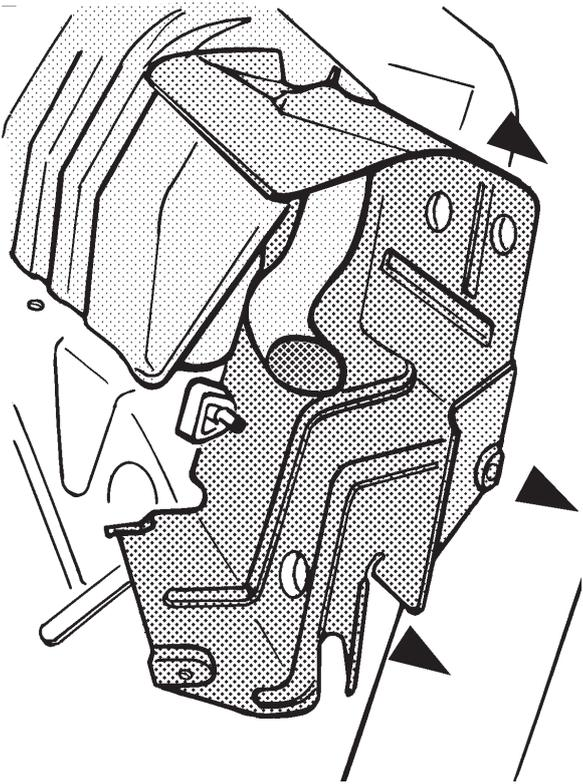
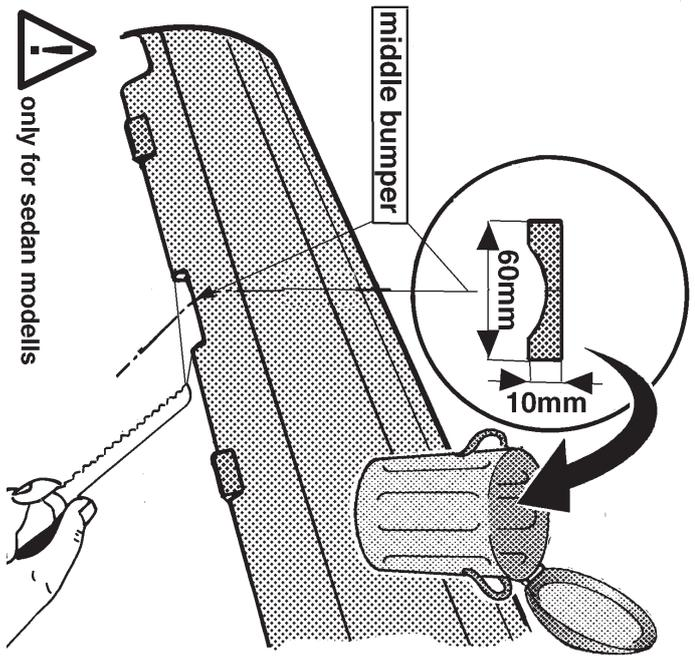
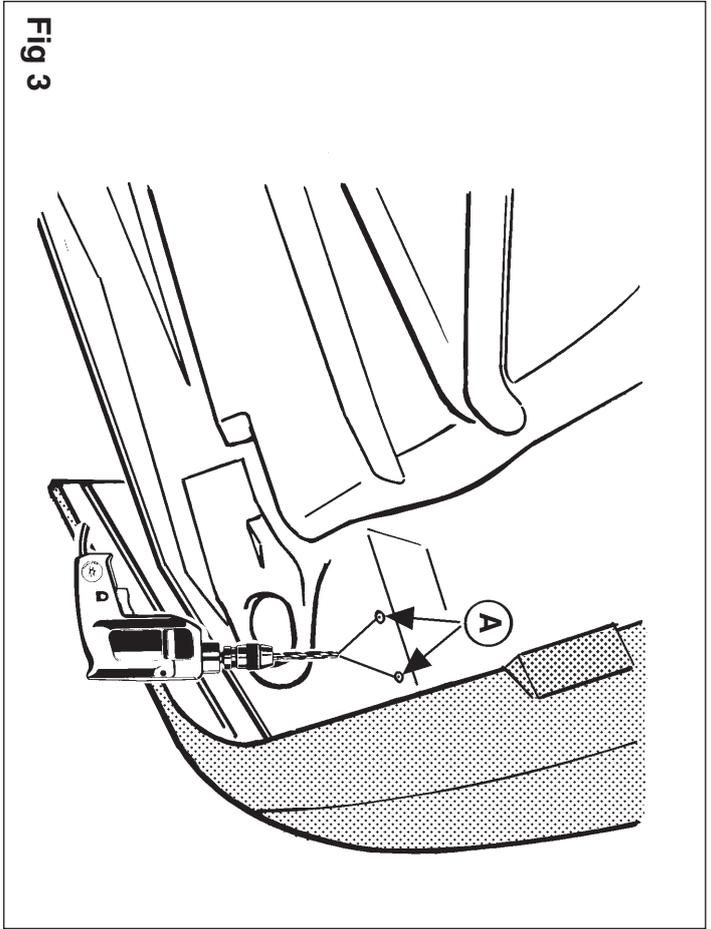

Fig 1
Fig 2
Fig 3
Avlägsna avgasrörets bakersta dämpare och värmeskölden som anges i figur 1. Såga (endast vid sedan-modellerna) ut en del ur kofångarens undersida enligt fig. 2. Avlägsna kittet som finns vid kontaktytorna mellan dragstången och karosseriet. Sedan syns små inbucklingar enligt figur 3 och figur 4. Dessa anges med punkterna A.
Fjern det yderste udstødningsophæng og varmeskjoldet som vist i fig.1. Sav (kun på sedan-modellerne!) ifølge fig.2 et stykke ud på undersiden af kofangeren. Fjern kittet ved anhængertrækkets berøringsflader med karosseriet. Nu kommer fordybningerne til syne, som i fig.3 og fig.4 er angivet med punkterne A.
Retirar el último amortiguador del tubo de escape así como el escudo térmico, como indica la fig.1. Serrar (¡únicamente en los modelos sedán!) una parte del lado inferior del parachoques de acuerdo con la fig. 2. Retirar la cola existente a la altura de las superficies de contacto del gancho de remolque con la carrocería. En este momento quedarán visibles las depresiones indicadas por los puntos A, de acuerdo a las figuras 3 y 4.
1. Otworzyć bagażnik i usunąć wszystko z powierzchni podłogi. Usunąć podnośnik wraz z uchwytem, wyjąć koło zapasowe, a następnie odłączyć akumulator. W modelu kombi należy zdemontować plastikowe osłony z prawej i lewej strony pojazdu tak by możliwym było umieszczenie płyt kontruujących. Następnie zdjąć ostatni wydech z uchwytów i zdemontować osłonę wydech rys 1.(Tylko dla 4 – drzwiowej limuzyny) wyciąć element pokazany na rys.2 od spodu zderzaka. W punktach A zdjąć masę zabezpieczającą (miejsca te są wyznaczone poprzez napunktowanie) rys.3 i 4.